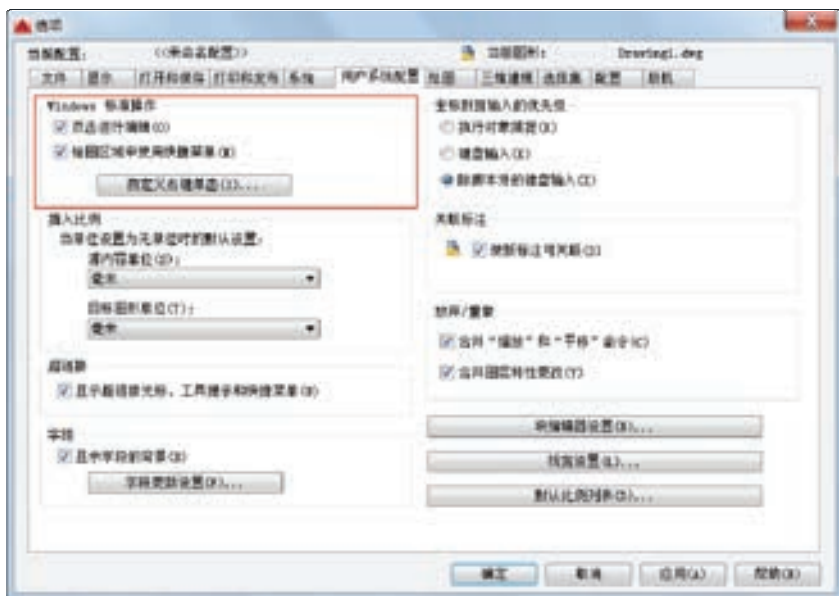

图 1-18 “选项”对话框
2) 切换到“用户系统配置”选项卡，在“Windows 标准操作”选项组中确保勾选“双击进行编辑”复选框和“绘图区域中使用快捷菜单”复选框，如图 1-18 所示。